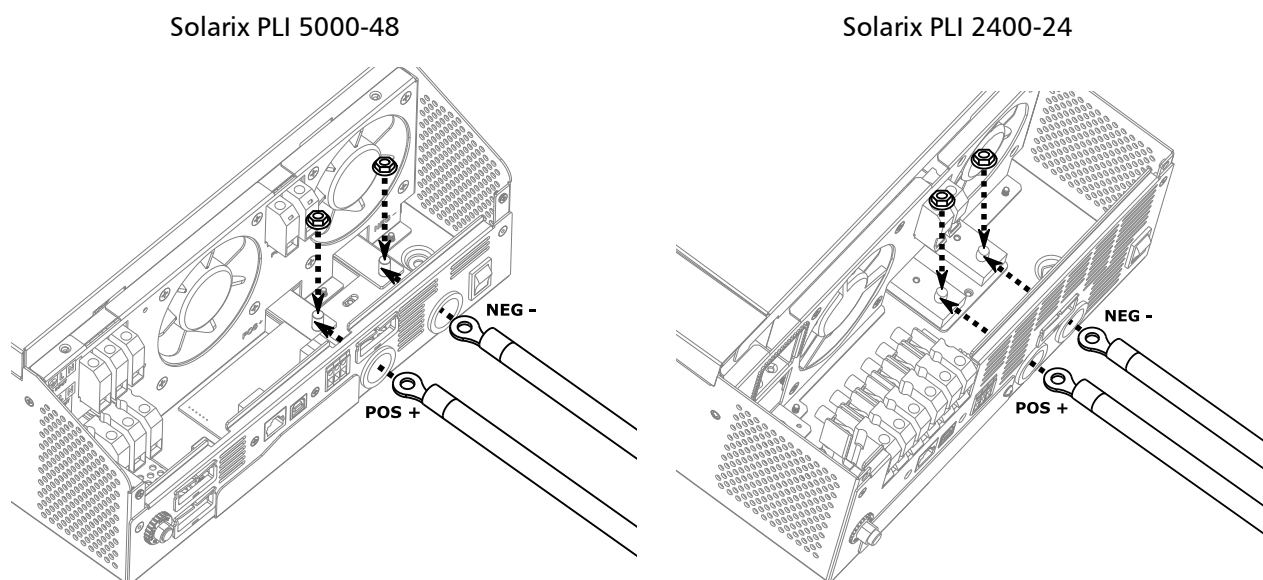

Abbildung 6: Batteriekabel Verbindung
8. Legen Sie die Ringkabelschuhe über den Gewindestift, ziehen Sie dann die M6 Muttern mit einem Drehmoment von 2 - 3 Nm an (siehe *Abbildung 6*). Stellen Sie sicher, dass die Polarität beider Kabelenden korrekt ist und, dass die Ringkabelschuhe fest angezogen sind um eine gute elektrische Verbindung zu gewährleisten.